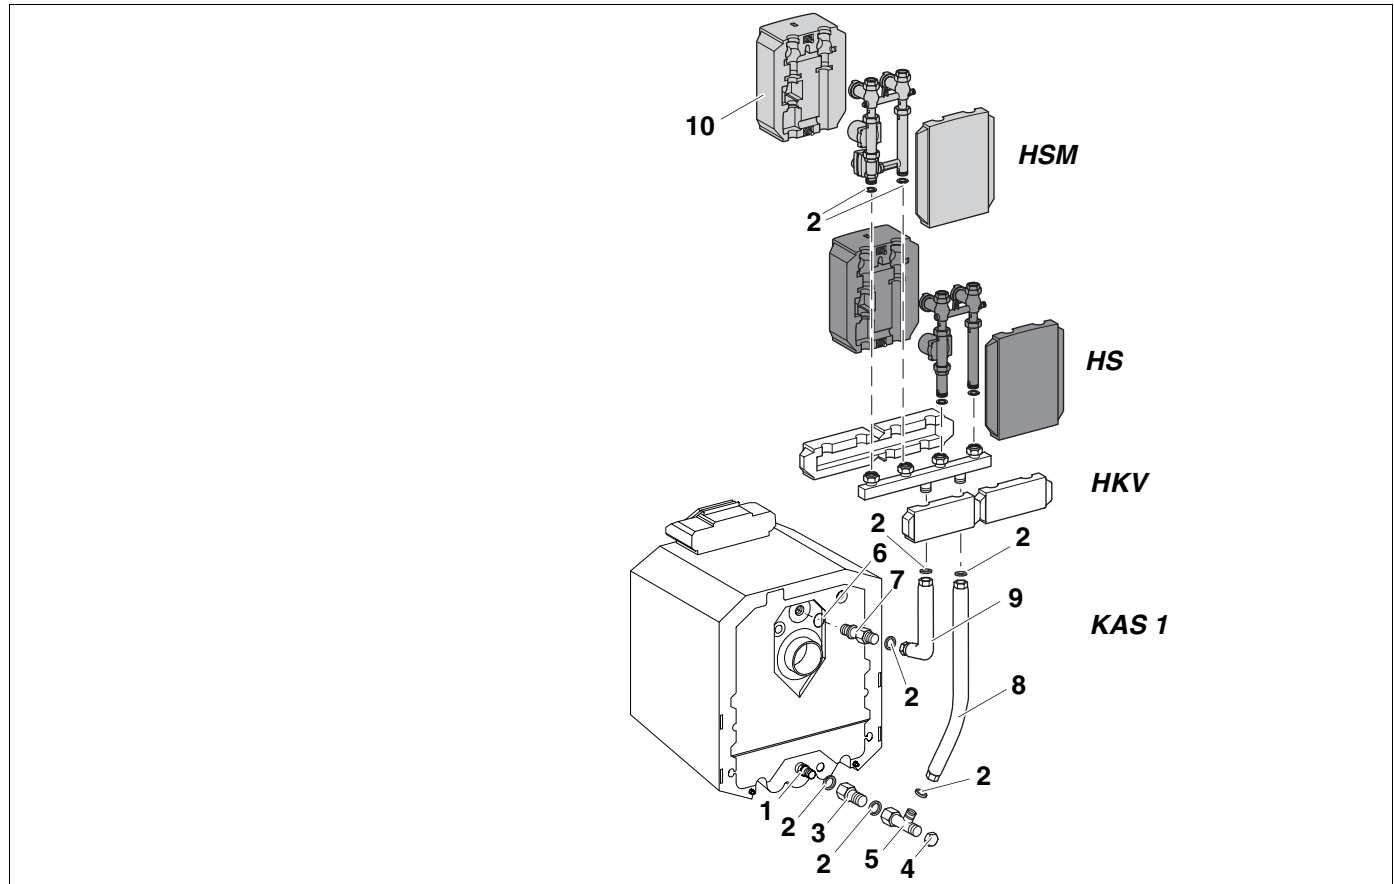

Abb. 4 Anbau hinten mit Heizkreisverteiler
Legende zu Abb. 4
- Einschraubstutzen (7) mit eingelegtem O-Ring (6) in den Kesselvorlauf einschrauben.
- Am kurzen Schenkel des Vorlaufrohres (9) eine Dichtung (2) in die Überwurfmutter einlegen. Vorlaufrohr lose mit dem Einschraubstutzen verschrauben.
- Dichtung (2) in die Verschraubung zwischen Verlängerungsstück (3) und Einspeisestück (1) im Kesselrücklauf legen und Verschraubung anziehen.
- Dichtung in die Verschraubung des T-Stückes (5) einlegen und T-Stück locker auf das Verlängerungsstück (3) aufschrauben.
- Rücklaufrohr (8) mit dem kurzen Schenkel nach unten an den seitlichen Abgang des T-Stückes (5) ansetzen, Dichtung (2) einlegen, ausrichten und Verschraubung anziehen.
- Langen Schenkel des Rücklaufrohres (8) in der Senkrechten ausrichten und die Verschraubung zwischen Verlängerungsstück (3) und T-Stück (5) anziehen.
- Hintere Verschlusskappe (4) auf das T-Stück (5) schrauben.
- Heizkreisverteiler nur entsprechend Abb. 4 mit dem Kessel-Anschluss-Set (KAS 1) verschrauben. Wird der Heizkreisverteiler nicht entsprechend Abb. 4 angeschlossen, ist er nicht funktionsfähig, da sich die Vor- und Rückläufe vertauschen.
- Heizkreis-Set ohne (HS) oder mit Mischer (HSM) entsprechend Abb. 4 auf den Heizkreisverteiler aufsetzen und die Verschraubungen anziehen und auf Dichtheit prüfen.
- Wärmedämmschalen (10) von beiden Seiten auf das jeweilige Heizkreis-Set aufschieben und mit den Kunststoffschrauben leicht verschrauben.